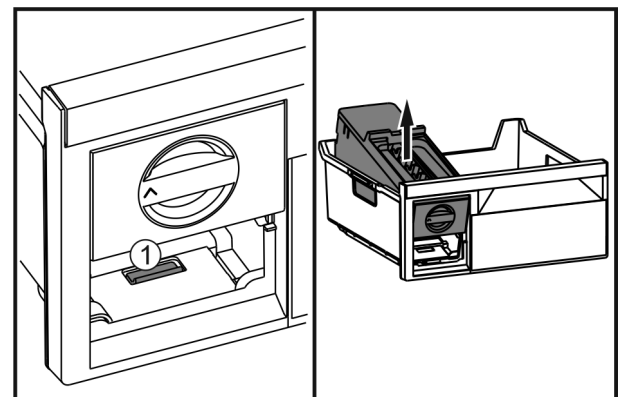

Fig. 70
- ▶ Premere la linguetta Fig. 70 (1), sollevare EasyTwist-Ice da dietro ed estrarlo dal cassetto del congelatore.